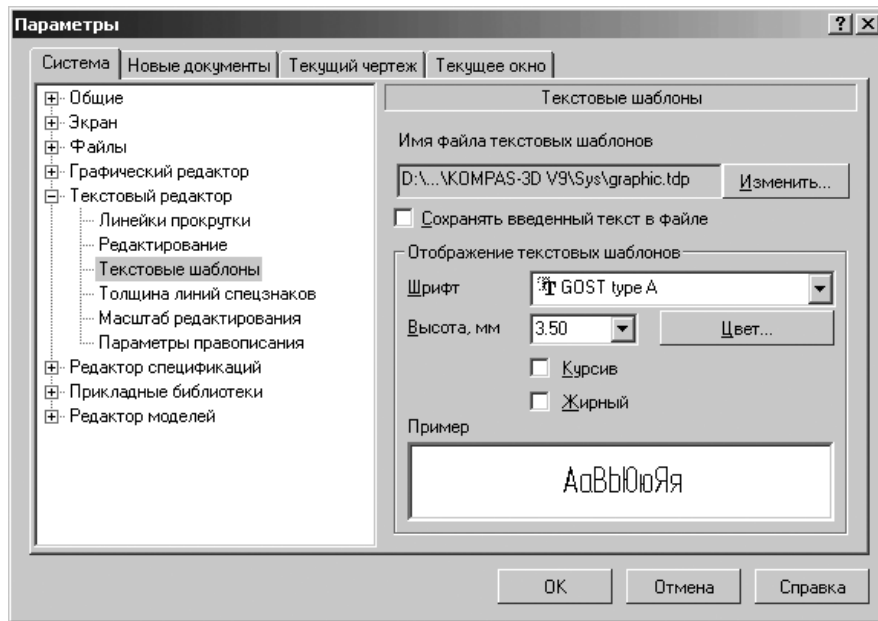

Рис. 9.37. Диалоговое окно **Параметры** с открытой вкладкой **Система** и открытой панелью **Текстовые шаблоны**
- щелкните по пункту **Текстовые шаблоны**. Откроется в правой части диалогового окна панель **Текстовые шаблоны** (рис. 9.37);